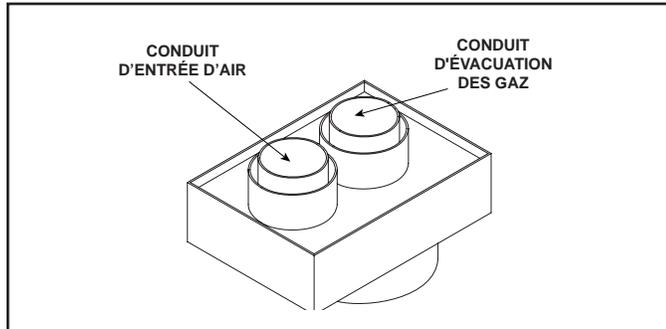

Figure 7.21 Connecteur coaxial/colinéaire (DV-46DVA-GCL)
L'adaptateur coaxial - colinéaire (DV-46DVA-GCL) peut être installé dans des cheminées en maçonnerie ou pré-fabriquées, brûlant des combustibles solides, installées en conformité avec les normes de constructions nationales, provinciales, d'État et locales. Le DV-46DVA-GCL doit être encastré dans les cheminées en maçonnerie existantes. Voir tableau 1 et figure 7.21.
- Le cas échéant, enlevez le couvercle de fermeture arrière et l'isolation. Connectez l'adaptateur DVP-2SL à la partie verticale du coude. Suivez les instructions jointes à l'assortiment DVP-2SL. Fixez le DV-46DVA-GCL au DVP-2SL au moyen de vis autotaraudeuses de 3,5 po. Voir figure 7.21.